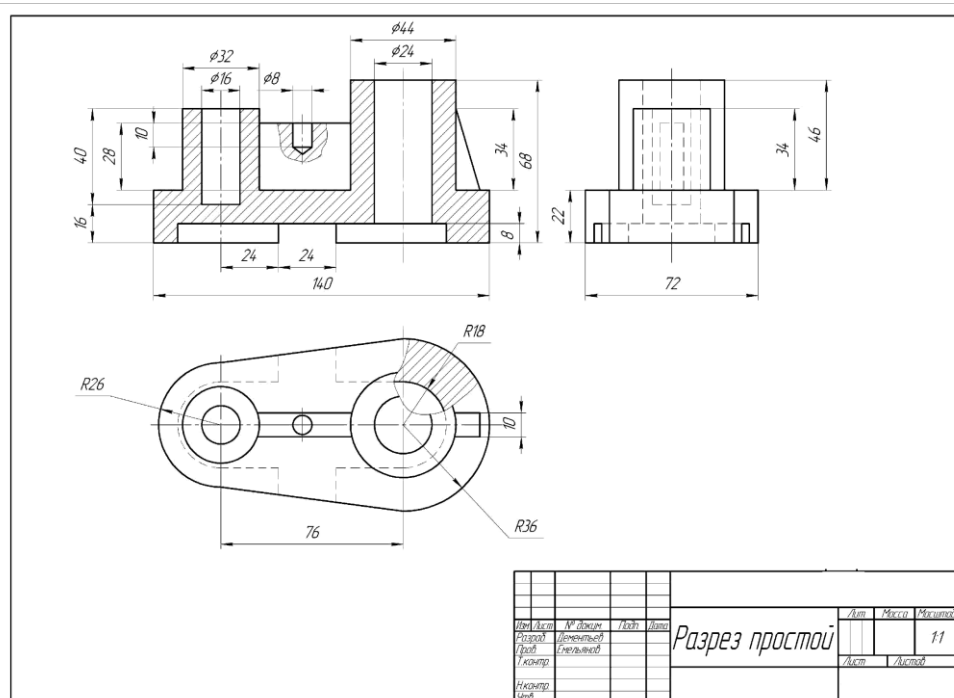

Рисунок 31 – Пример оформления работы
1. Формат А3 расположить горизонтально. Выполнить внутреннюю рамку и основную надпись, см. рис.31.
7. Нанести выносные, размерные линии и размерные числа в соответствии с ГОСТ 2.307–68, см. рис.31.